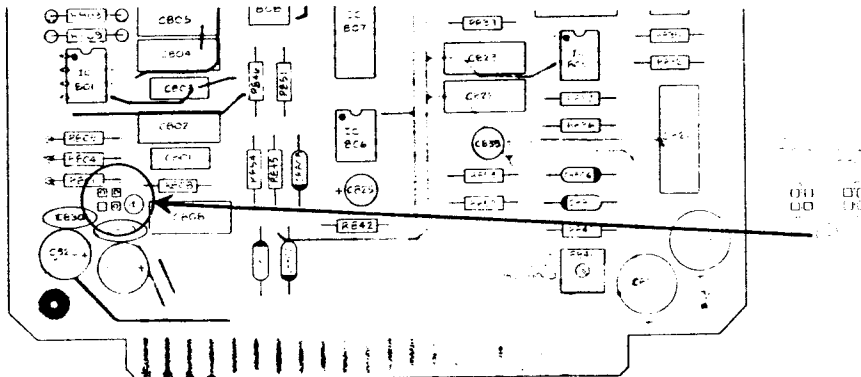

Fig. F-2: PUENTES DE BYPASS DE EMERGENCIA DE LA TARJETA #8/9
- 3) Retirar las tarjetas #8 y #9 de sus guías. En cada tarjeta mover el eslabón del puente "A" de acuerdo con la Fig. F-2 que está más abajo. (Esto vuelve a ordenar los filtros paso-bajos de tal manera que la cancelación de distorsión se aplica a los recortadores de "emergencia"). Luego volver a colocar las tarjetas #8 y #9 en sus guías.